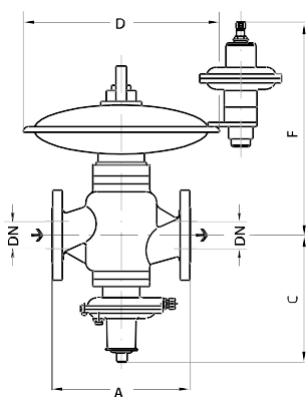

Рисунок 1. RB 4700 с 33K 8500
3.4 Зовнішній вигляд регуляторів показаний на рис. 1 і 2, габаритні та приєднувальні розміри наведені в таблиці 5.